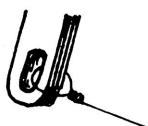

Fig. 6.4.2.2.1.
- Serrer les lamelles entre elles en faisant une boucle avec du fil de cuivre argenté de 0,6 mm de diamètre (fig. 6.4.2.2.1) - Souder ensuite les lames entre elles (opérations déjà effectuées sur les condensateurs personnalisés).
- Repérer la lame qui n'est pas en contact avec la tête de la vis de réglage et y souder un fil du lot 4 (fig. 6.4.2.2.2).